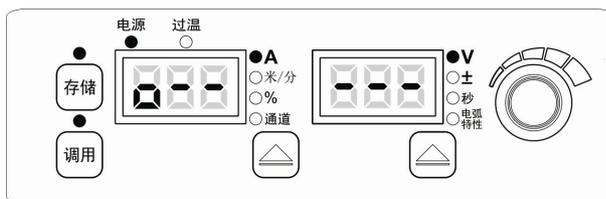

图3-20 密码输入界面
2. 长按**存储**键，数码管显示“0- - - -”，如图 3-20 所示，调节焊接电源面板旋钮，逐位输入新密码并按**调用**键确认。